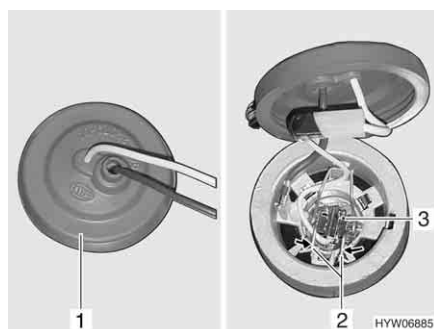

Fig. 275 Projecteur antibrouillard
- Retirer le capuchon en caoutchouc (Fig. 275,1) du boîtier de la lampe situé à l'arrière du projecteur antibrouillard.
- Basculer l'étrier métallique (Fig. 275,2) et le décrocher du support.
- Retirer l'ampoule (Fig. 275,3) et le câble du boîtier de la lampe.